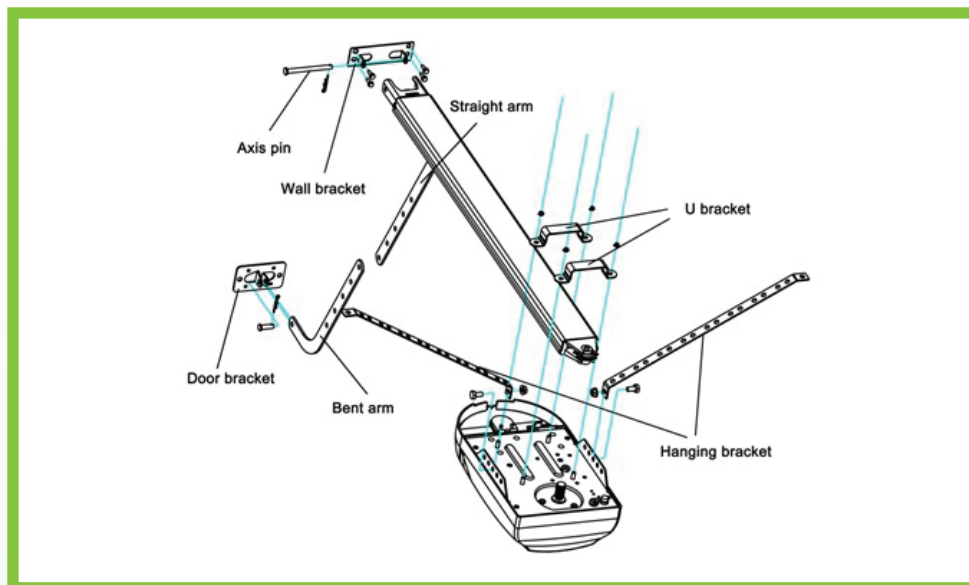

Fig:4
- 2- Fijación de la pista de acero para el soporte de pared con el pin del eje. **(Fig. 4)**